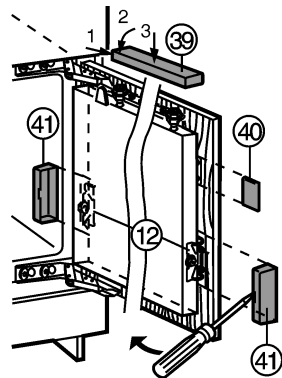

Fig. 36
- ▶ Coloque y encaje la cubierta superior Fig. 36 (39).
- ▶ Coloque la cubierta lateral Fig. 36 (40), desplácela hasta el tope y presione hasta que encaje de forma perceptible.
- ▶ Desplace lateralmente las cubiertas Fig. 36 (41) y tire hacia delante con un destornillador para que encajen bien.